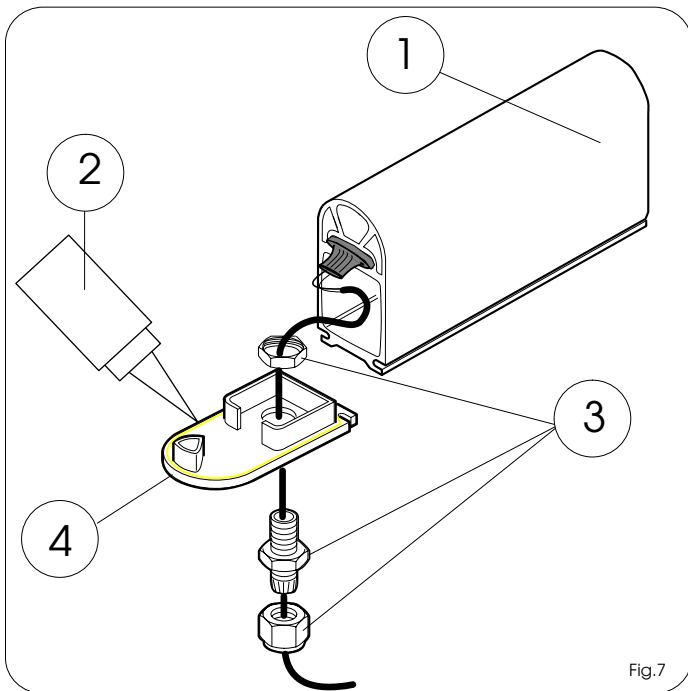

Fig.7
- 13) Posizionare e serrare il pressacavo (Fig.7 rif.3) nel tappo con foro (Fig.7 rif.4).
- 15) Accertandosi che i cavetti alloggino nell' incisione a "V", incollare il tappo (Fig.7 rif.4) utilizzando apposito collante (Fig.7 rif.2) e accoppiare con il profilo in gomma.
- 13) Position and tighten the cable gripper (Fig.7 ref.3) on the plug with hole (Fig.7 ref.4).
- 15) First make sure the cables lodge in the "V" cut, then glue the plug (Fig.7 ref.4) using an apposite glue (fig.7 ref.2) and join the rubber profile with.
- 13) Placer et serrer le presse-câble (Fig. 7 - réf. 3) dans le bouchon avec trou (Fig.7 - réf.4).
- 15) S'assurer que les mini-câbles soient bien logés dans l'incision en "V", coller le bouchon (Fig. 7 - réf. 4) coller le bouchon au profilé (fig.7 réf.2) et caoutchoucen utilisant l'adhésif special (fourni).
- 13) Die Kabelverschraubung (Abb. 7 Bez. 3) im Stopfen mit Bohrung (Abb. 7 Bez. 4) positionieren und anschrauben.
- 15) Sicherstellen, daß die Litzen sich im V-förmigen Einschnitt befinden, den Stopfen (Abb. 7 Bez. 4) mit geeigneten Klebemittel (Abb.7 Bez.2) ankleben und mit dem Gummiprofil befestigen.
- 13) Coloquen y aprieten el sujeta-cables (Fig.7 ref.3) en el tapón con orificio (Fig.7 ref.4).
- 15) Asegurándose de que los cables se alojen en la incisión en "V", peguen el tapón (Fig.7 ref.4) en el caso que se utilice un pegamento determinado(fig.7 ref.2), y debe tenerse en cuenta que sea valido para caucho.